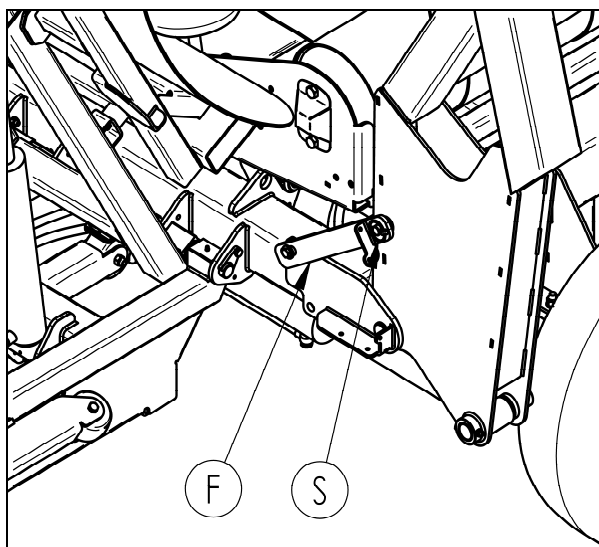

fig.5 – Bride de sécurité fourche - transport
La fourche doit être assuré avec une bride de sécurité (fig.5, F) enfilé sur le pivot (P) et bloqué avec une goupille (S).